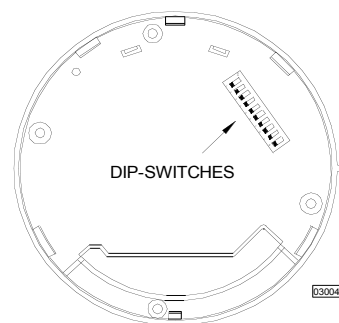

Fig.1 – BPA/212 Vista dal fondo
3. Impostare sul rivelatore l'indirizzo tramite i dip-switches come rappresentato in Fig. 1.